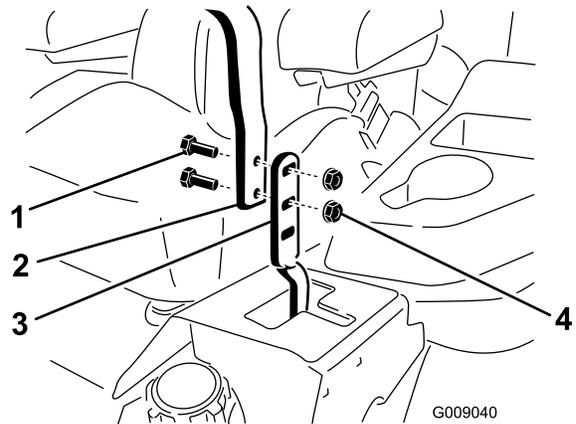

Figura 83
3. Allentate i bulloni e i dadi delle flange montati sulle leve (Figura 83).